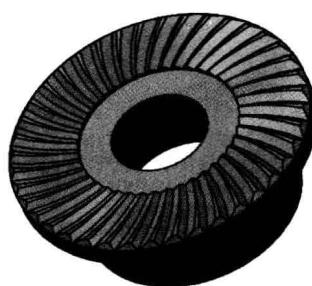

图 1-12 “带边着色”显示
- ① “带边着色”：模型实体着色以及边线着色，如图 1-12 所示。